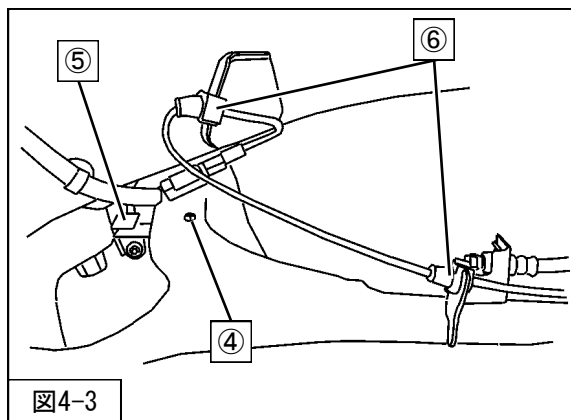

図4-3
5. ⑥ワイヤガイドラバーのクリップ（2ヶ所）を取付けてください。（図4-3）
6. ④リアヘッドライトアジャスタセンサ取付ボルト（締付トルク：9.8N・m）を使用して、アクスルビームに⑤リアヘッドライトアジャスタセンサを取付けてください。（図4-3）